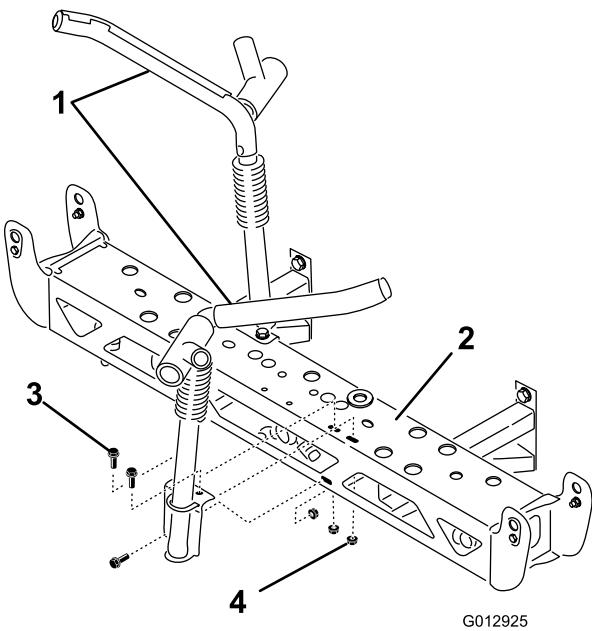

Figura 28
- Instale los soportes de transporte de los brazos al brazo central usando 6 pernos (3/8 x 1-1/4 pulgadas) y 6 contratuerca (3/8 pulgada). Oriéntelos según se muestra en Figura 28.